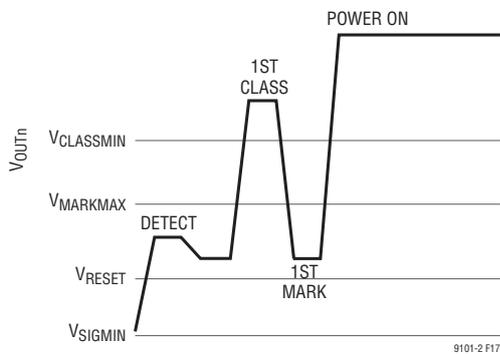

図 17. タイプ 3 または 4 PSE (1 イベント・クラス・シーケンス)
タイプ 3 とタイプ 4 の PSE は、クラス 0 から 3 までのシングル・シグネチャ (SS) PD に 1 つのシングル分類イベントを発行します (図 17 参照)。クラス 0 ~ 3 の SS PD はそのクラス・シグネチャ
を PSE に提示し、十分な電力が得られる場合はパワー・オンされます。また、電力制限された 802.3bt PSE は、クラス 4 以上の SS PD に 1 つのシングル分類イベントを発行することにより、それらの PD を 13W に格下げすることができます。図 17 を参照してください。